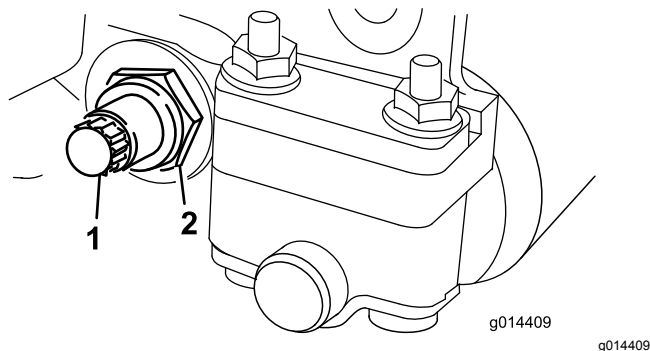

図 21
3. ベッドバーボルト 図 21 を固定しているロックナット機体両側をゆるめる。
4. 各ベッドバーボルトを抜いてベッドバーを下に引き抜いてカッティングユニットから外す 図 21。